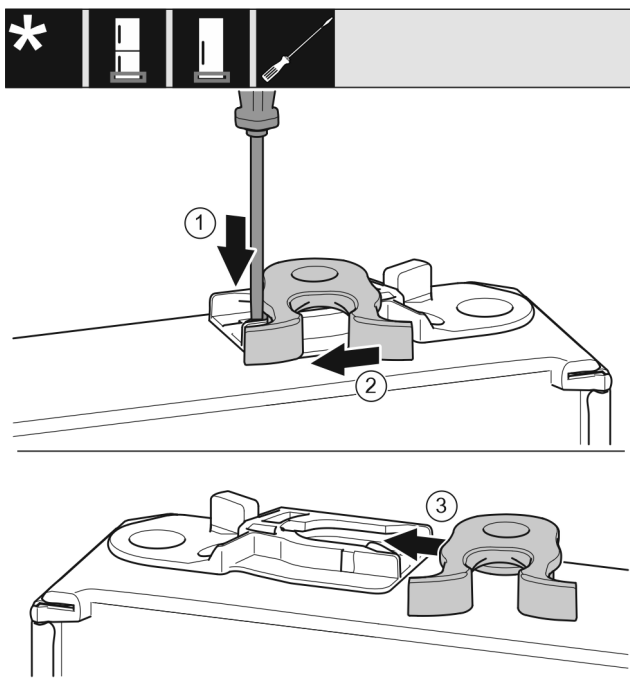

Fig. 19
- ▶ Прижмите накладку Fig. 19 (1) шлицевой отверткой вниз.
- ▶ Выведите запорный крючок Fig. 19 (2) из направляющей.
- ▶ Вставьте запорный крючок Fig. 19 (3) в направляющую с другой стороны.